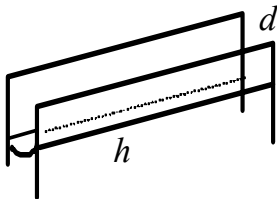

Рисунок 1.2
1.15. Определить высоту поднятия  $h$  воды в вертикальном плоскопараллельном стеклянном капилляре с шириной зазора в нем  $0,2 \text{ мм}$  (рисунок 1.2).